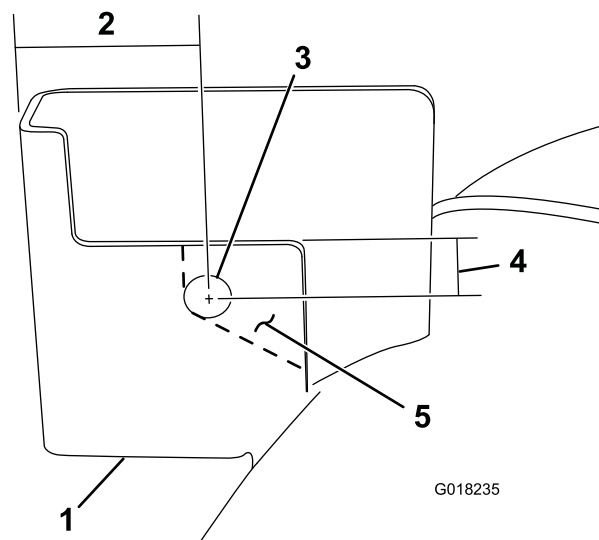

Figure 2
- A. Pour faciliter le retrait de matériau sur le support de plateau arrière gauche, percez un trou de 13 mm dans le support à l'emplacement indiqué à la Figure 2.
B. Retirez la partie du support de plateau arrière gauche, comme montré à la Figure 2.